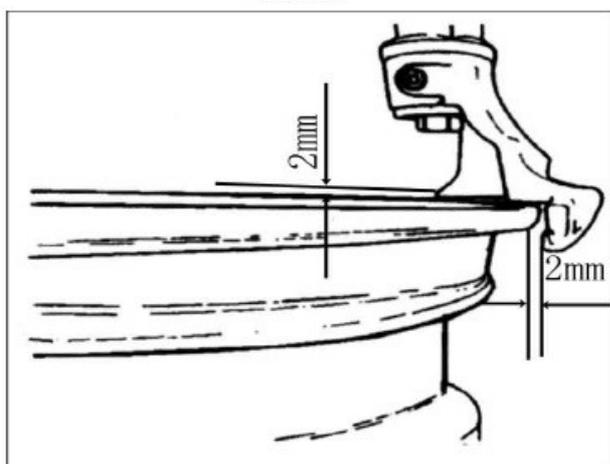

FIG 19
**4.1.3** Positionner l'arbre hexagonal (figure 2-3) en position de travail pour amener la tête opérante près de la jante. Et utilisez la molette manuelle (7-2 FIG) pour descendre la tête opérante contre la jante et puis utilisez la poignée de verrouillage(figure 2-12) pour la serrer. La tête va remonter et s'écarter automatiquement (fig19). L'angle de l'outil de démontage a été calibré en fonction de la jante standard (13 "). Si vous manipulez une jante très grosse ou très petite vous pouvez la repositionner.